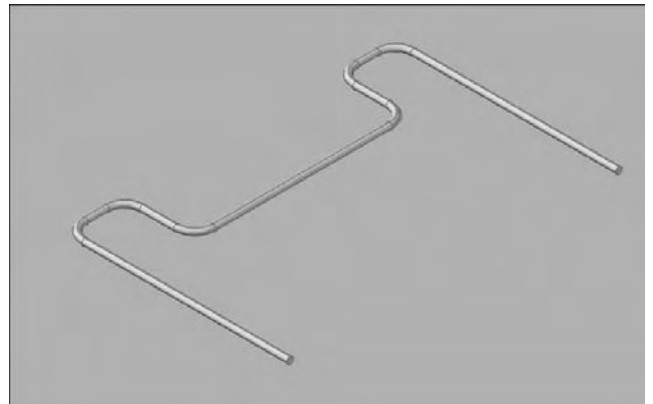

Fig.17.3
- 4 Pour créer la structure en 3D, utilisez la fonction **Balayage** (Sweep) du Panneau de configuration Création 3D. L'objet à balayer est le cercle, le point de base est le centre du cercle et la trajectoire est la polyligne (fig.17.3).